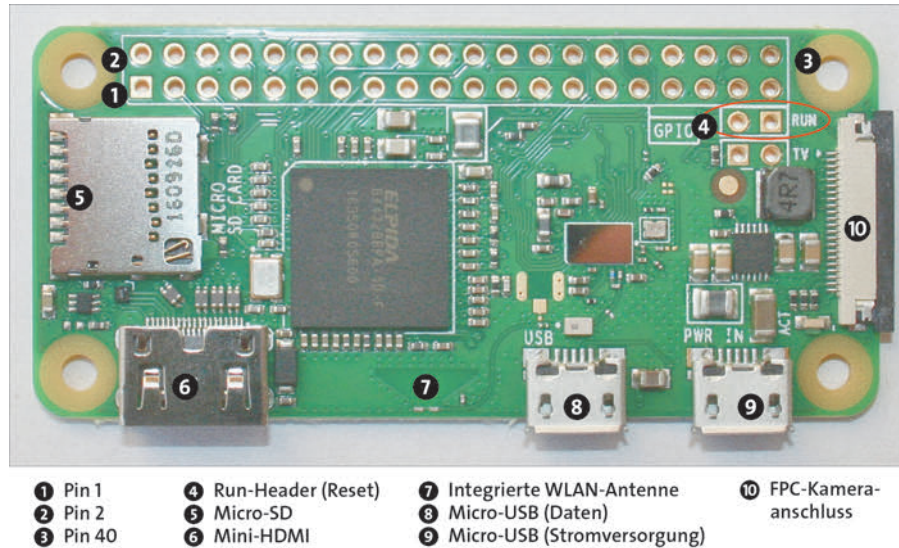

Abbildung 1.2 Der Raspberry Pi Zero W
- ▶ **Raspberry Pi Zero W und Zero WH:** Die seit Februar 2017 lieferbare Zero-W-Variante des Raspberry Pi wurde auf das absolute Minimum geschrumpft (siehe Abbildung 1.2): Anstelle einer normalen HDMI-Buchse gibt es deren Mini-Variante. Es gibt zwei Micro-USB-Buchsen: eine für die Stromversorgung und eine zur Datenübertragung. Weitere USB-Buchsen wurden ebenso eliminiert wie die Ethernet-Buchse und der analoge Audio-Ausgang. Dank eines Chips mit WLAN- und Bluetooth-Funktionen sind die Zero-Modelle W und WH aber netzwerkfähig.